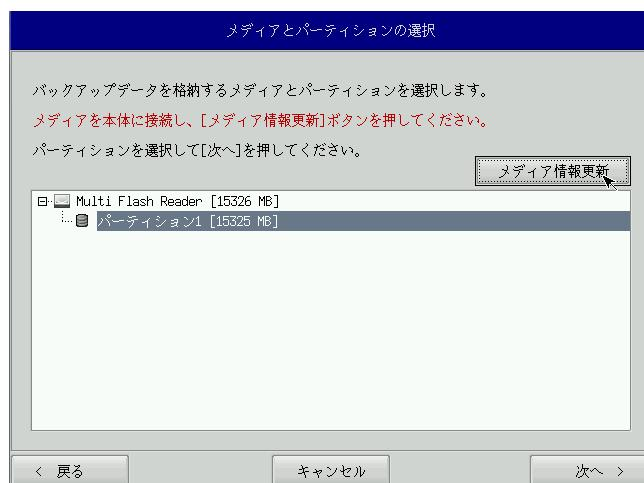

図 5-4-1. メディアとパーティション選択画面
- ⑤ メディアとパーティション選択画面（図 5-4-1）が表示されます。本体にメディアを接続し、[メディア情報更新] ボタンを押してください。バックアップファイルを保存するメディアのパーティションを選択し、[次へ] ボタンを押します。